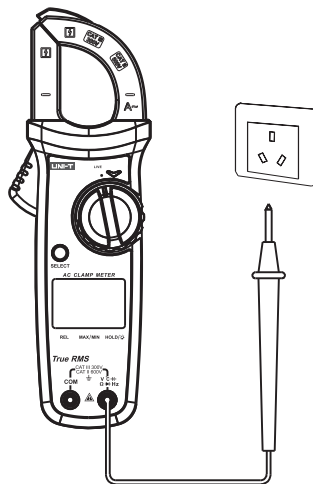

Figura 6b
9. Detectarea firului de fază/neutru (doar UT202A+) (Figura 6b)